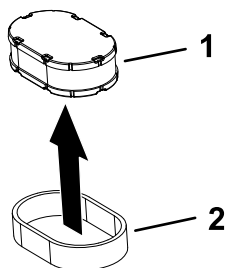

Figure 39
- Séparez l'élément en mousse de l'élément en papier (Figure 39).